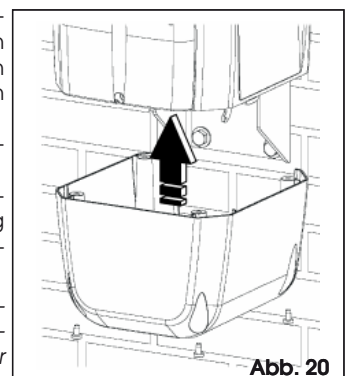

Abb. 20
10. Die untere Abdeckung mithilfe der vier im Lieferumfang enthaltenen Schrauben montieren, Abb. 20